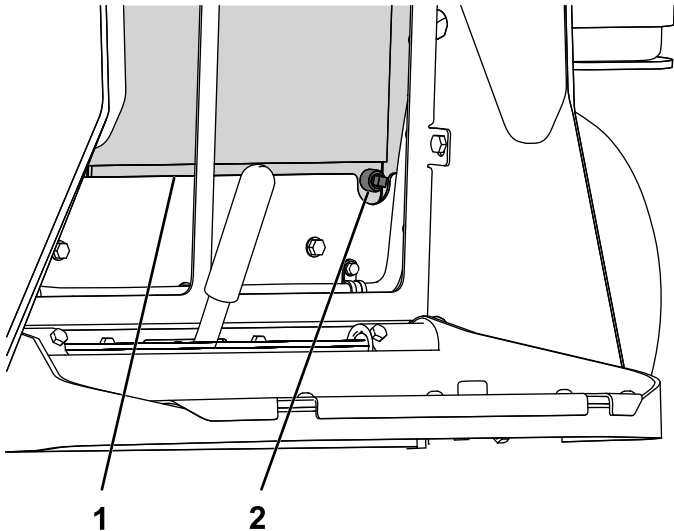

Рисунок 7
1. Установите пробку сливного отверстия радиатора (Рисунок 7).